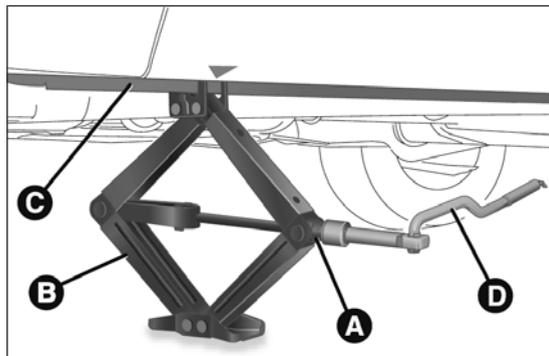

fig. 155
- introduire la manivelle D fig. 155 dans le logement sur le dispositif A, actionner le cric et soulever la voiture, jusqu'à ce que la roue se soulève du sol de quelques centimètres ;